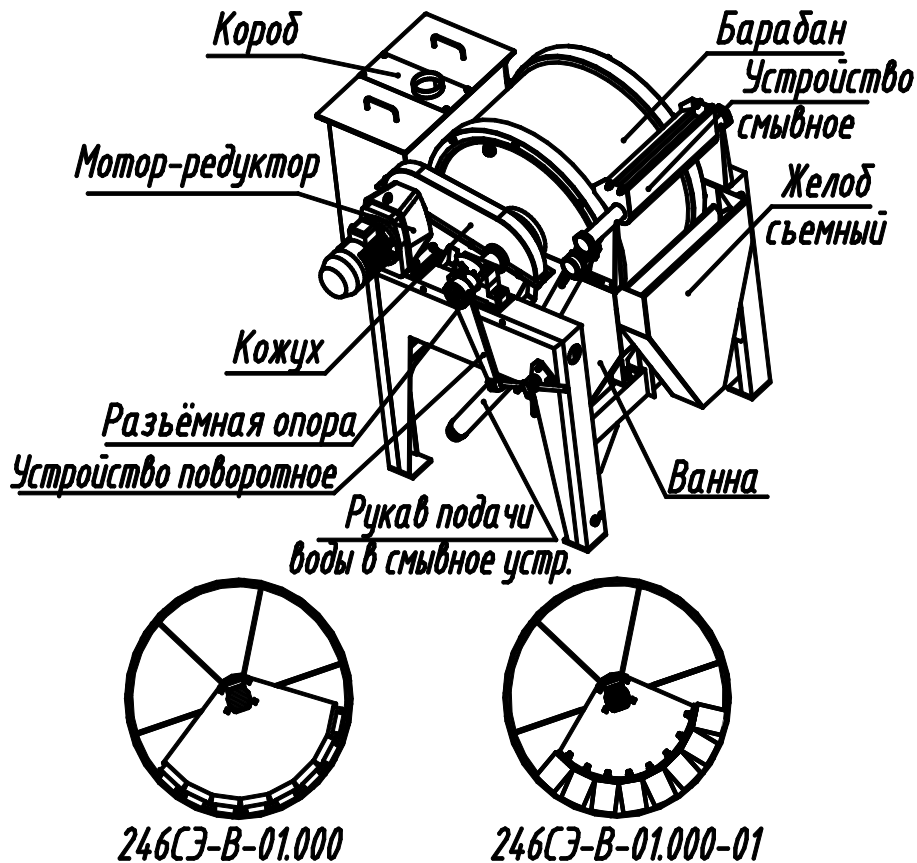

Рис.1. Общий вид сепаратора ПБМ-90/60
Сепаратор магнитный барабанный ПБМ-90/60 предназначен для обезжелезнения различных материалов, регенерации тяжелых суспензий в промышленных условиях. Общий вид сепаратора представлен на рис.1.
4.1.2. Ось барабана установлена в разъемных опорах на раме сепаратора (рис.1.).
4.1.3. Вращение барабана осуществляется мотор-редуктором через цепную передачу, закрытую кожухами (рис.1.).
4.1.9. Поворотное устройство (см. рис.1), состоящее из рычага, натяжного винта и кронштейна, предназначено для поворота электромагнитной системы.